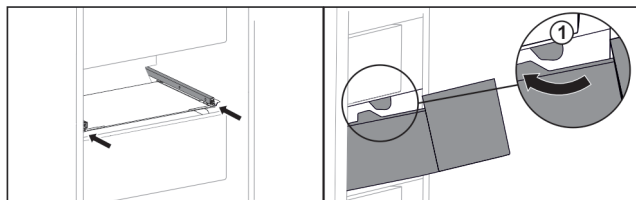

Fig. 31
- Preved'te zásuvku okolo zarážok Fig. 31 (1).*